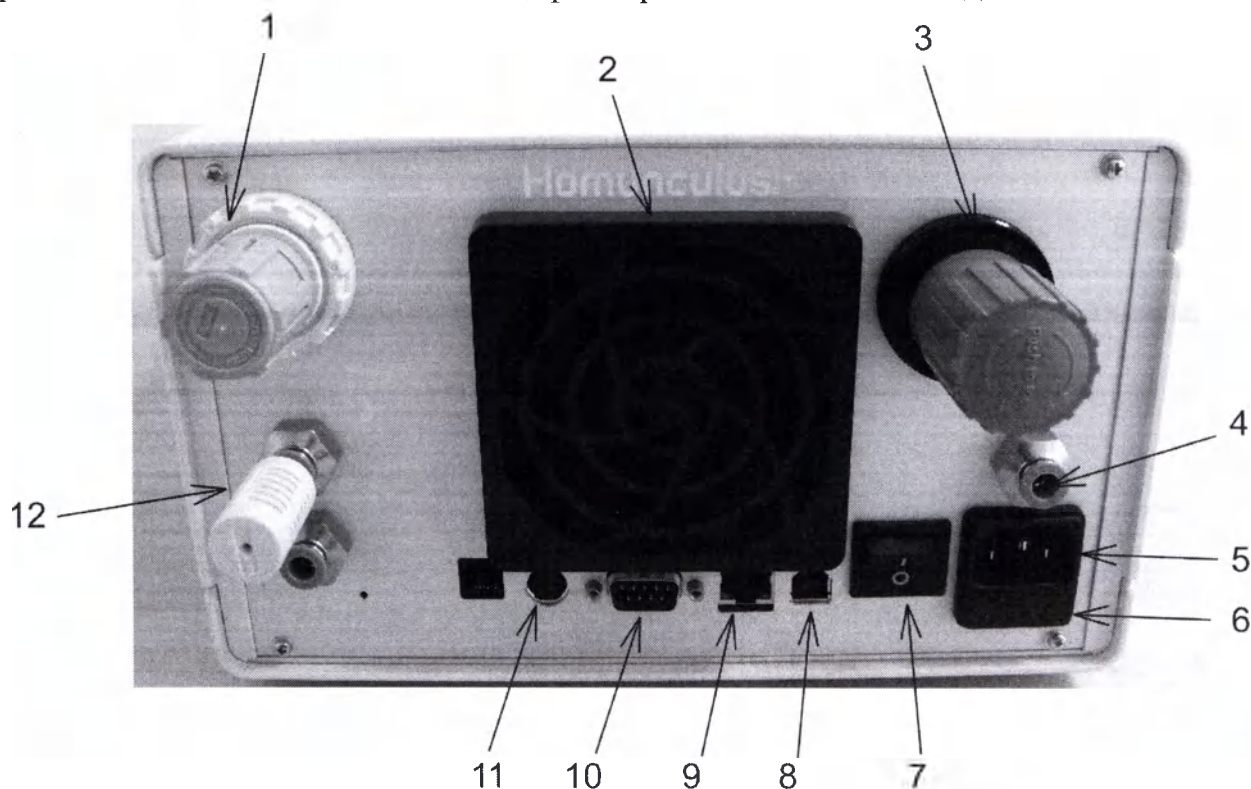
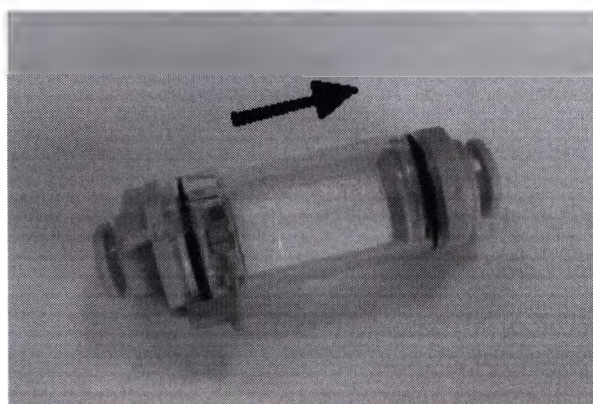

Рисунок 4 - Задняя панель БУ.
Рисунок 11 - Фильтр магистрали давления.
На задней стенке БУ (рис. 4) расположены: выключатель электропитания БУ с держателем предохранителя и гнездом для подключения шнура электропитания (220В) с заземляющим контактом; фитинги для подключения источника сжатого воздуха и вакуума/глушителя; ручки регулировки повышенного и пониженного давления; интерфейсные разъемы USB, LAN, PS/2, RS232; фильтр вентиляции охлаждения.
С этой целью БУ подключается к внешнему источнику сжатого воздуха. Отрицательное давление создается либо встроенным эжектором, либо подается извне. Для этого на задней панели БУ находится отдельный фитинг (рис. 4). В первом случае в него вставляется глушитель, во втором – трубка от источника вакуума. Использование внешнего источника вакуума позволяет снизить потребление сжатого воздуха, в среднем, с 35 стандартных литров в минуту (сл./мин.) до 6 сл./мин.
3) Убедиться, что клавиша выключателя электропитания на задней стенке БУ (рис. 4) находится в положении «0».
Для этого один конец трубки подключить к фитингу для подключения источника сжатого воздуха на задней стенке БУ (рис. 4), а другой к магистрали сжатого воздуха. Подключение к магистрали сжатого воздуха производить через фильтр (рис. 11), при этом направление движения воздуха должно совпадать с указанным на корпусе фильтра – стрелка должна указывать в направлении прибора.
8) Если внешний источник вакуума не используется, установить глушитель в фитинг для подключения источника вакуума/глушителя (рис. 4) и повернуть вентиль на нижней панели БУ в положение соответствующее внутренней генерации вакуума (рис. 12).
9) Подключить шнур электропитания 220 В к разъему для подключения шнура электропитания (рис. 4) на задней стенке БУ. Затем подключить вилку шнура электропитания к электросети 220 В, 50 Гц.
- 2) Включить питание прибора выключателем электропитания на задней стенке БУ (рис. 4).